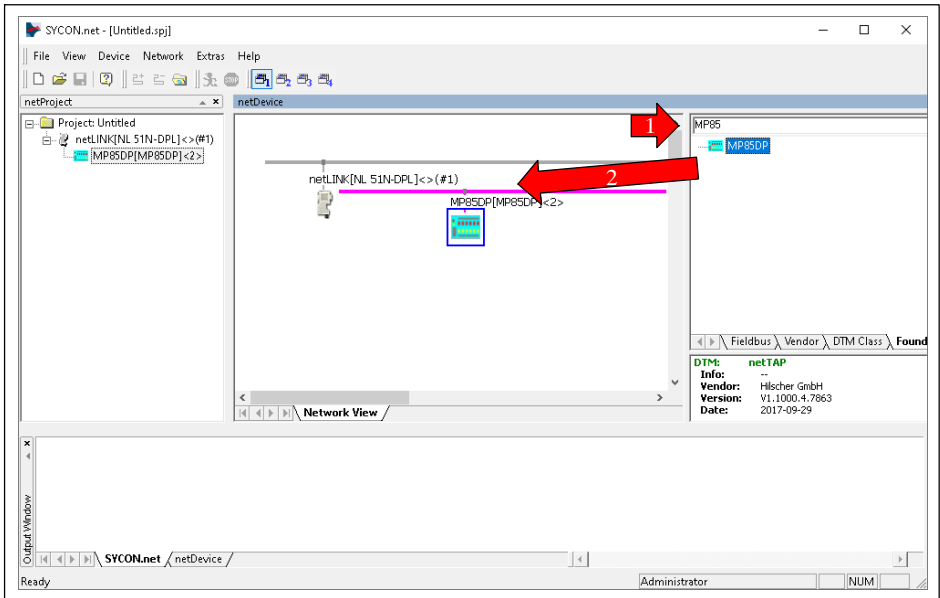

Fig. 4.5 Génération d'un MP85 dans le projet
- ▶ Recherchez **MP85** dans la zone de droite (Fig. 4.5).
- ▶ Faites un glisser-lâcher du MP85A sur le trait violet (PROFIBUS) de la zone centrale (Fig. 4.5).